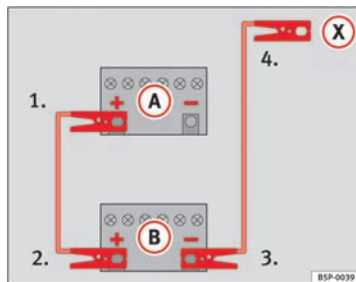

Abb. 136 Starthilfe mit der Batterie eines anderen Fahrzeugs: A - entladene Fahrzeugbatterie, B - stromgebende Batterie
- Befestigen Sie ein Ende am Pluspol (1) ⇒ Abb. 136 der entladenen Batterie (A).
- Befestigen Sie das andere Ende am Pluspol (2) der stromgebenden Batterie (B).
- Befestigen Sie ein Ende am Minuspol (3) ⇒ Abb. 136 der stromgebenden Batterie (B).
- Befestigen Sie das andere Ende (4) an einem massiven, fest mit dem Motorblock verbundenen Metallteil bzw. am Motorblock selbst. ▶